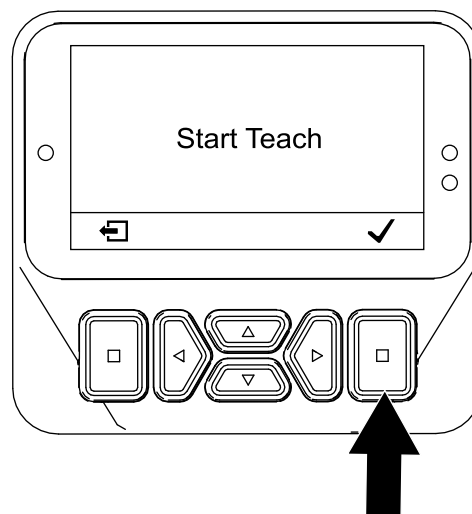

Figura 63
5. Alla schermata PREMI OK PER AVVIARE L'IMPOSTAZIONE (Figura 63), premete il tasto Invio.